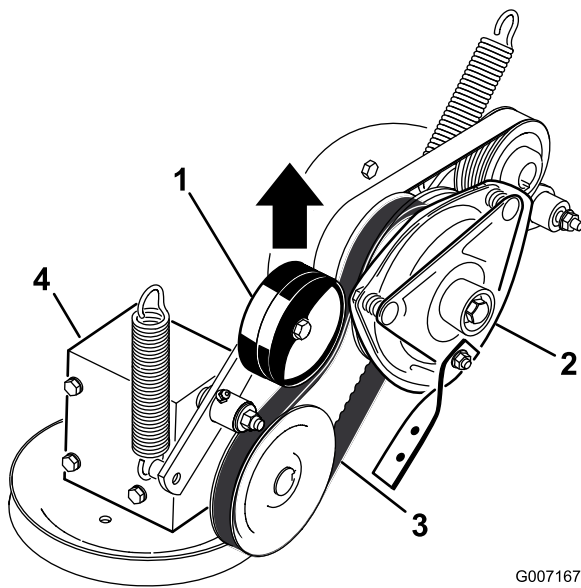

Figura 54
5. Tire hacia arriba de la polea tensora a resorte de la correa de la toma de fuerza, y retire la correa de la polea del embrague (Figura 54).
17. Tire hacia arriba del brazo tensor tensado con muelle de la correa de la toma de fuerza, e instale esta en la polea del embrague (Figura 54).